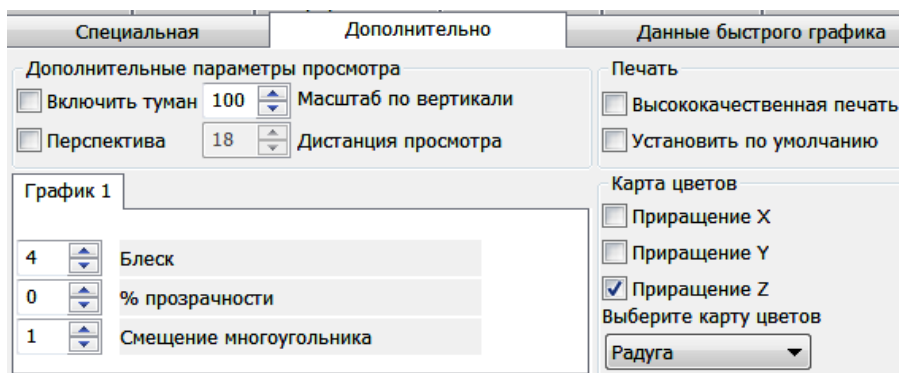

Рис. 4.13. Вид вкладки **Дополнительные**
9) **Дополнительно (Advanced)** – вкладка включает дополнительные опции (рис. 4.13).